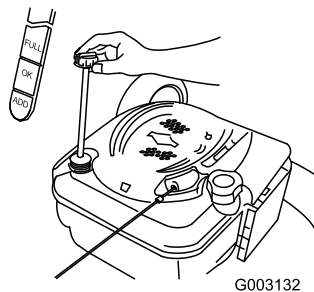

Figure 7
1. Retire la varilla (Figure 7).
2. Vierta **lentamente** aceite en el tubo de llenado hasta que el nivel llegue a la marca Full de la varilla (Figure 7). **No llene demasiado.** (Capacidad máxima: 20 onzas, tipo: SAE 30W, aceite detergente con clasificación de servicio API SF, SG, SH, SJ, SL o superior.)